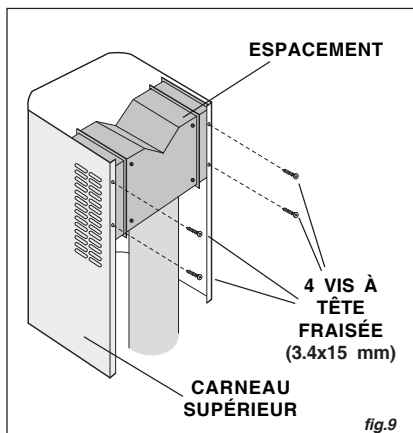

fig.9
10. Fixez l'espacement de recirculation au carneau supérieur au moyen de quatre (4) vis à tête fraisée (fig.9).